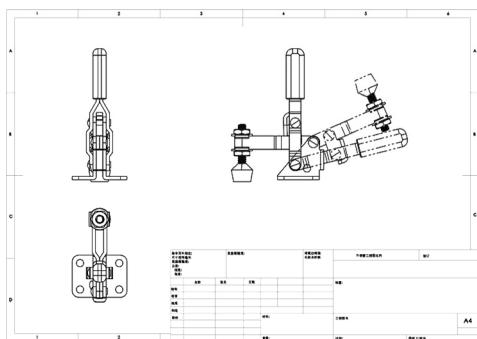
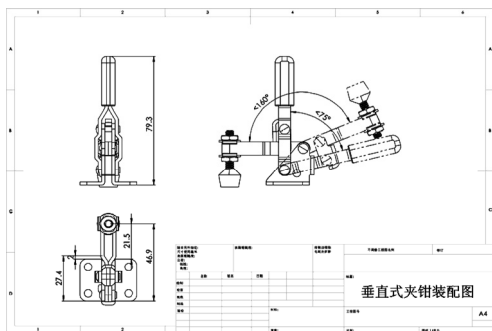

图 7-19 创建的“交替位置视图”效果
图 7-20 添加视图标注效果
STEP 4 如图 7-19 所示为创建的“交替位置视图”效果，然后单击“注解”工具栏的“智能尺寸”按钮，按照与在草图中标注尺寸相同的操作为视图添加如图 7-20 所示的标注，并按照前述操作“编辑图纸格式”，输入图样名称，即可完成图样的绘制。